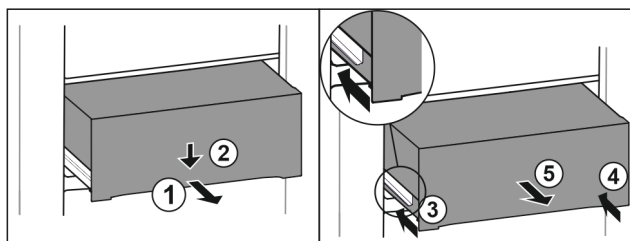

Fig. 156
- Húzza ki félig a fiókot. Fig. 156 (1)
- Nyomja le a fiók elülső oldalát. Fig. 156 (2)
- Tolja be a bal oldali sít körülbelül 2 cm mértékben. Fig. 156 (3)
- Tolja be a jobb oldali sít körülbelül 2 cm mértékben. Fig. 156 (4)
- Vegye ki a fiókot előre felé. Fig. 156 (5)